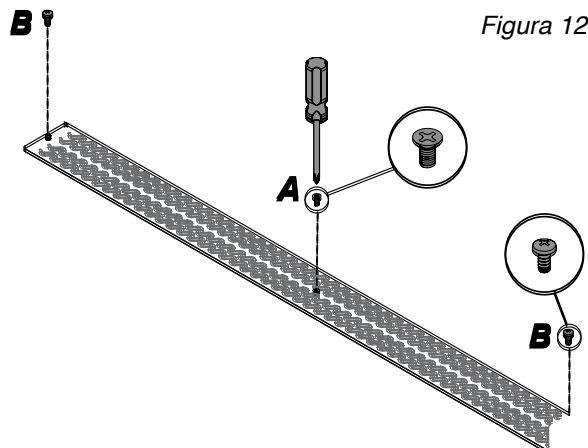

Figura 13
Cuando todos los orificios de montaje estén alineados, instale el tornillo de cabeza plana en el orificio central (A). **No lo ajuste.** Luego instale los dos tornillos de cabeza troncocónica en cada uno de los orificios de montaje de los extremos (B). **No lo ajuste.** Cuando todos los tornillos estén en su lugar, ajuste primero el tornillo del centro, luego los tornillos en los orificios de los extremos. (Figura 13)